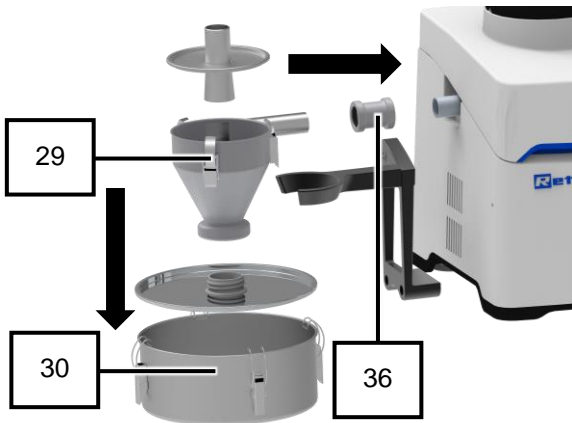

Abb. 48: Komponenten des Zyklonabscheider
13. Zyklonabscheider (29) in die Gabel der Halterung (31) setzen (Abb. 48).
14. Zyklonabscheider (29) und Durchgangskassette (26.1) mit der Kupplung (33) verbinden (Abb. 48).
17. Auffangbehälter (30) am Zyklonabscheider (29) befestigen (Abb. 48).